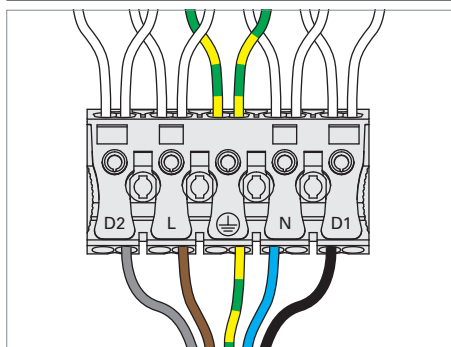

Fig. 5: Raccorder le luminaire.
- Connectez les conducteurs du câble de raccordement à la borne de raccordement sur le cadre du luminaire, voir Fig. 5.